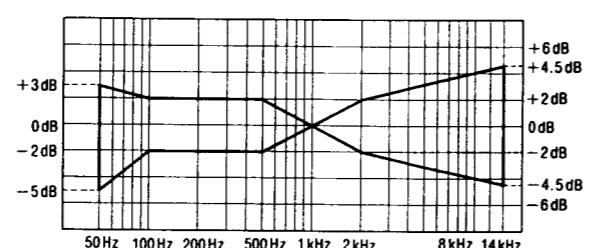

Fig. 9
- Después de eso, incrementar la señal grabada en la cinta virgen CrO₂ (QZZCRX) y la cinta virgen metálica (QZZCRZ) hasta 14kHz y ajustar de la misma manera como mencionado arriba y comprobar que el nivel de frecuencia esté dentro de la gama mostrada en la Fig. 9.